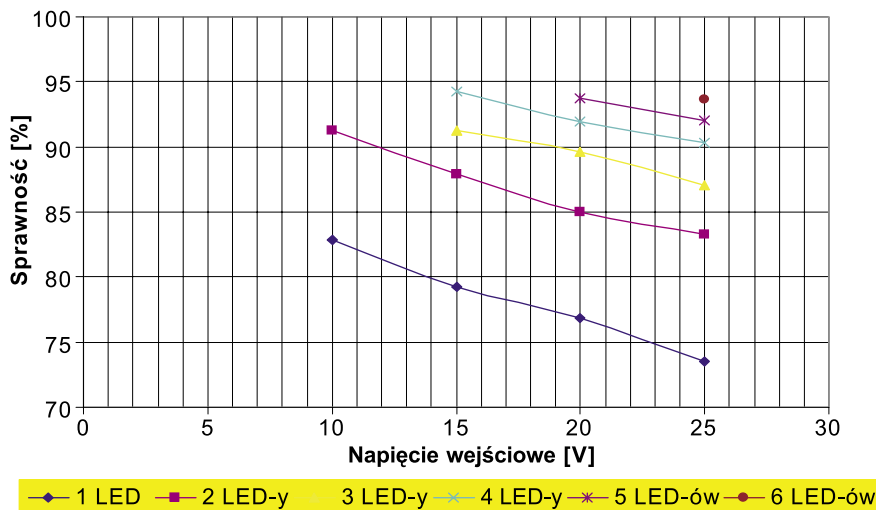

Rys. 3. Schemat elektryczny zestawu ewaluacyjnego STEVAL-ILL010V1
-ILL010V1, zbudowanego na układzie L9602, pokazano na rys. 3.
Jak widać na schemacie elektrycznym zestawu STEVAL-ILL010V1 (rys. 3), na wyjściu przetwornicy nie zastosowano żadnego – poza kondensatorem elektrolitycznym o niewielkiej pojemności - filtra tętnień. Mimo tego amplituda tętnień napięcia na zasilanym LED jest stosunkowo niewielka (rys. 7), przez co nie ma istotnego wpływu na jakość emitowanego światła.